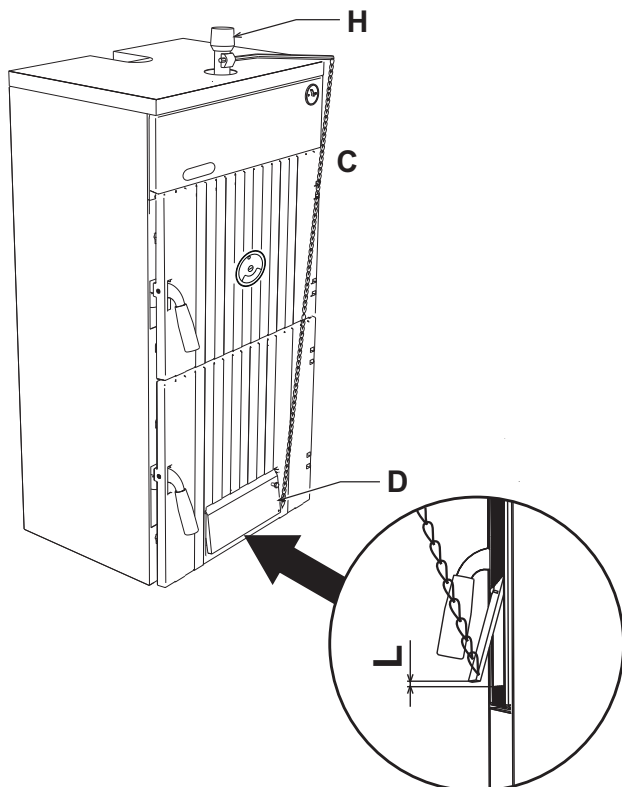

рис. 2 - Установка
2. Установите термостатический регулятор "Н" рис. 2.
4. С помощью предусмотренного для этой цели винта регулируйте дверцу воздухозаборника так, чтобы при опущенной дверце величина зазора для прохода воздуха составляла 1 - 2 мм, но не более. При холодном котле поставьте термостат на 60°. Прикрепите цепочку "С" к проушине "D" дверцы воздухозаборника и регулируйте ее длину так, чтобы зазор для прохода воздуха "L" (рис. 2) составлял около 15 мм при использовании каменного угля "coke III" и 2 мм при использовании древесного топлива.
С помощью предусмотренного для этой цели винта регулируйте дверцу воздухозаборника так, чтобы при опущенной дверце величина зазора для прохода воздуха составляла 1 - 2 мм, но не более. При холодном котле поставьте термостат на 60°. Прикрепите цепочку к проушине дверцы воздухозаборника и регулируйте ее длину так, чтобы зазор для прохода воздуха "L" (рис. 2) составлял около 15 мм при использовании каменного угля "соке III" и 2 мм при использовании древесного топлива.